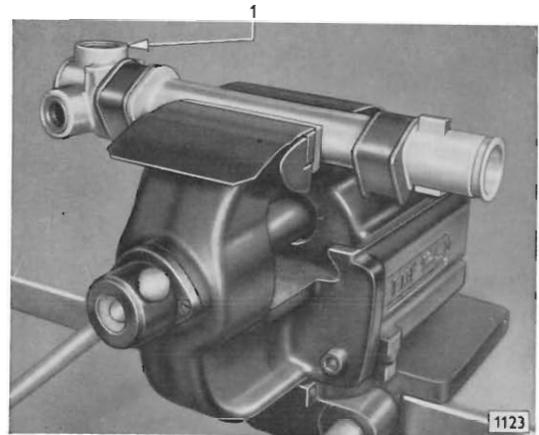

Bild 48 - Lenkgehäuse für den Zusammenbau im Schraubstock eingespannt
2. Lenkgehäuse, mit Einstellschraubenöffnung (48/1) nach oben, in den Schraubstock ein-spannen (Bild 48). Vorsicht, daß Leichtmetall-Lenkgehäuse nicht beschädigt wird.